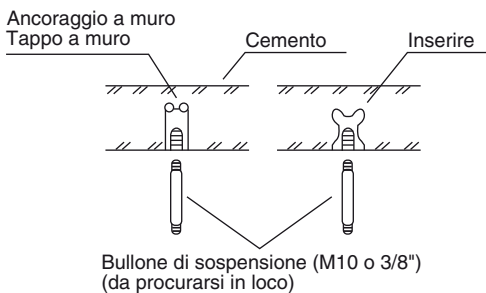

**Fig. 3-5**
- (1) Posare lo schema a grandezza naturale (in dotazione) sul soffitto nel punto dove si vuole installare l'unità interna. Usare una penna per segnare i fori (Fig. 3-5).